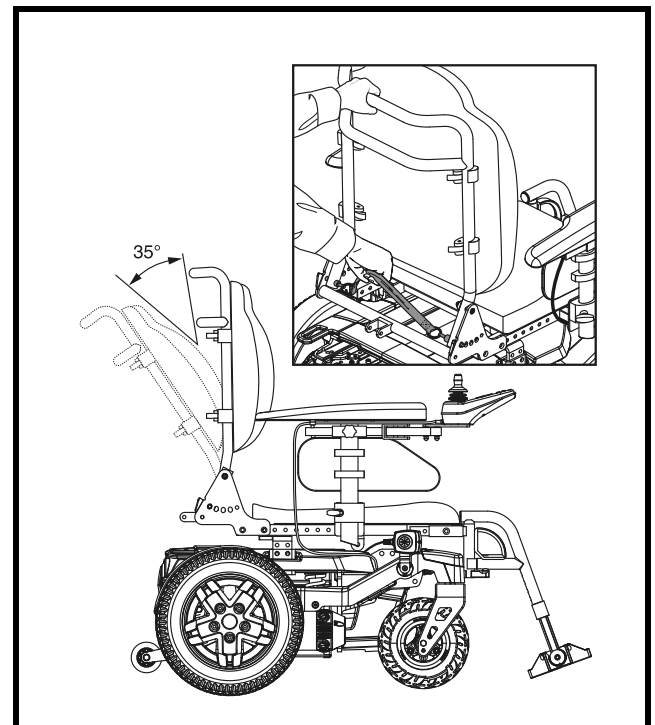

Abb. 11. Manuelle Einstellung der Rückenlehnenneigung
1. Ziehen Sie am Handgurt unten an der Rückenlehne. **Siehe Abb. 11.**